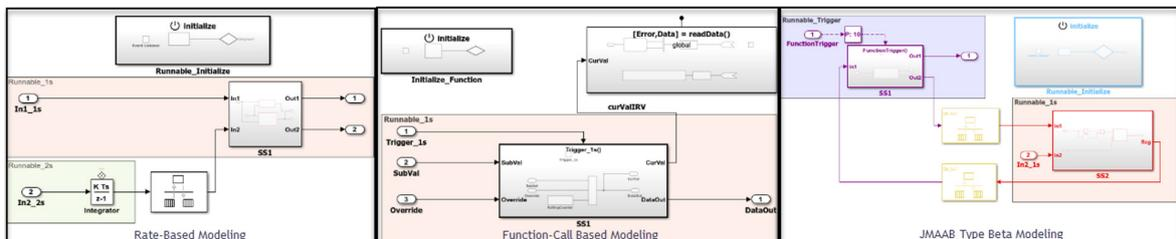

図 10. モデリングパターン。
**AUTOSAR** ソフトウェアコンポーネントの動作のモデリングパターン (図 10) については、ドキュメンテーションを参照してください。